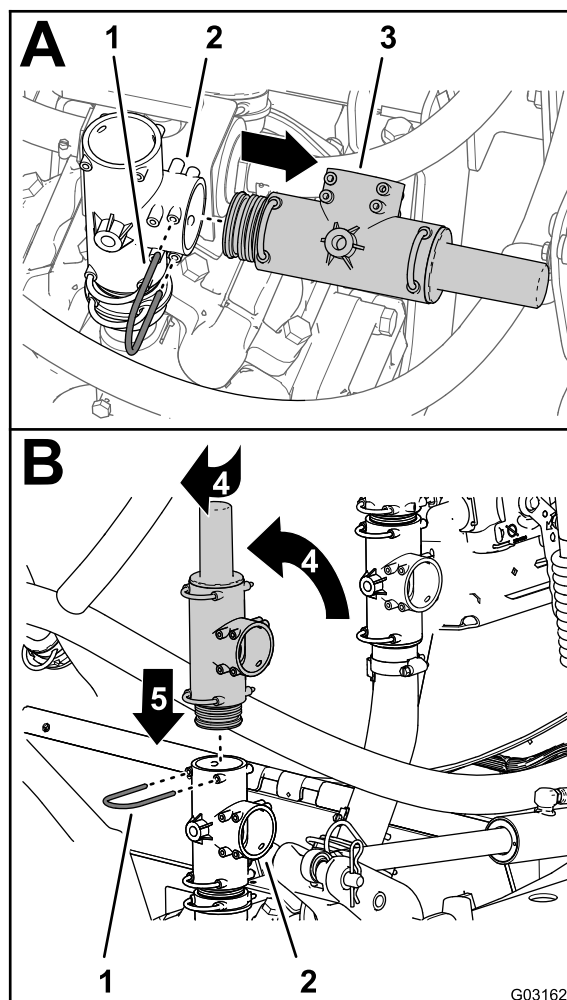

図 216
3. 圧力解放バルブをスプレーヤのポンプのT字フィッティングに固定しているリテーナを外してバルブを取り外す 図 216。
4. 図 216に示すように、圧力解放バルブを回して向きを変更する。
5. 圧力解放バルブを、T字フィッティングの上部に取り付け、一番奥まで完全に押し込む 図 216。